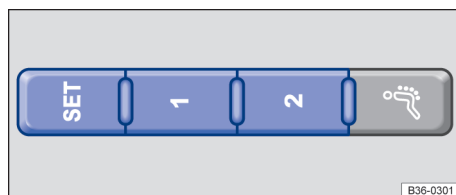

Fig. 98 Parte externa do banco do condutor: botões de memória.
- Pressionar o botão **SET** por mais de um segundo → Fig. 98.